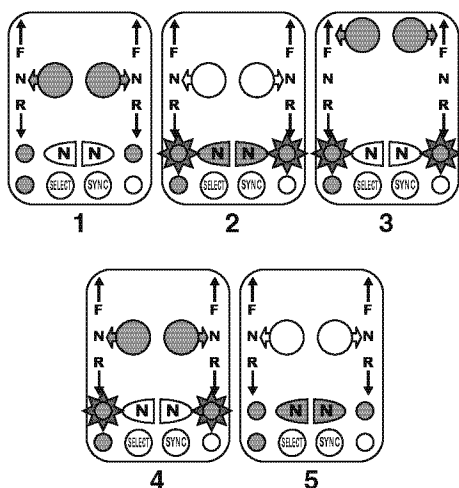

Figure 13
1. Ramenez la ou les poignées en position N (point mort). Le ou les voyants de point mort restent constamment allumés (1, **Figure 13**).
2. Appuyez sur le(s) bouton(s) N (point mort) (2, **Figure 13**). Le ou les témoins de point mort clignotent (étoile autour du ou des cercles à la (2, **Figure 13**).
3. Déplacez la ou les poignées vers l'accélération avant ou arrière (3, **Figure 13**), ce qui vous permet de contrôler le régime du moteur sans embrayer la transmission marine.
1. Ramenez la ou les poignées en position N (point mort) (4, **Figure 13**).
2. Appuyez sur le ou les boutons N (point mort) (5, **Figure 13**). Le ou les voyants de point mort restent constamment allumés (5, **Figure 13**).